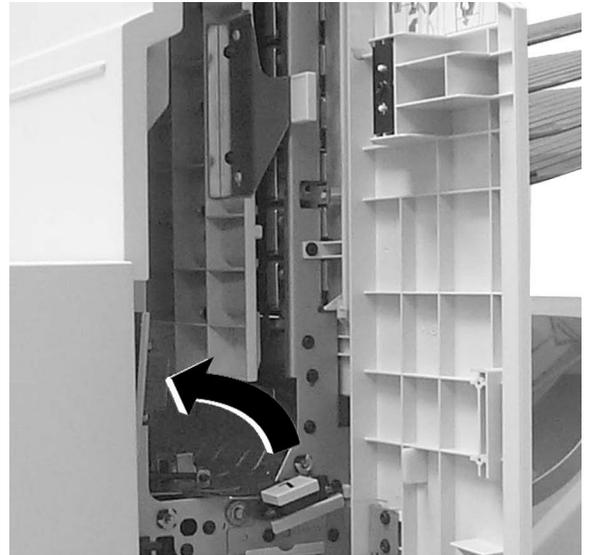

Abbildung 14: Hebel 7 nach oben ziehen
- 2 Den Hebel 7 nach oben ziehen, bis er einrastet (Abbildung 14).